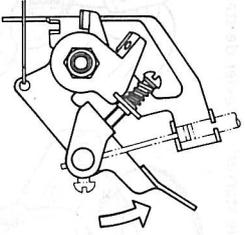

Fig. 6
2. Après le chauffage du moteur, la vitesse du moteur peut être commandée par le levier de commande. Déplacer le levier de commande vers la position désirée et le moteur tournera à vitesse constante (Voir la Fig. 6).